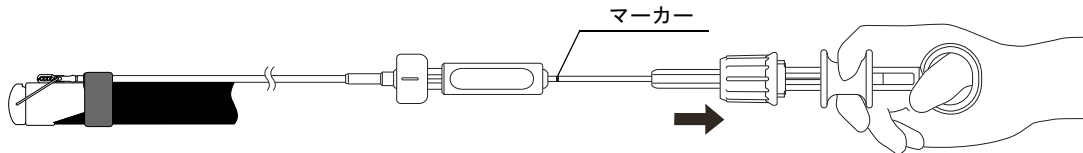

図9
2. 進退ロック部に対してマーカールが完全に見えるまでハンドル部を引き、把持部およびリンクが確実に内視鏡装着部に沿うことを目視で確認します（図9参照）。
2. スライダーを引き、把持部を閉じた状態で、進退ロック部に対してハンドル部を押し込み、内視鏡画像内で把持部および把持部の向きを確認しながら前進させます（図9参照）。